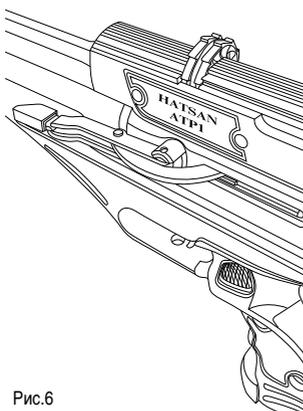
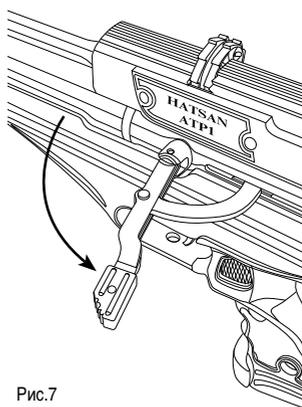
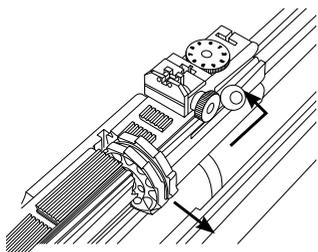

Рис.6
Рис.7
Рис.8
2. Чтобы освободить магазин, необходимо оттянуть рычаг взвода (слева) к себе до щелчка. Затем нужно отвести (справа) рычаг сброса магазина вперёд и запереть его. После чего магазин можно извлечь вручную потянув его направо. (Рис.6 & Рис.7 & Рис.8)